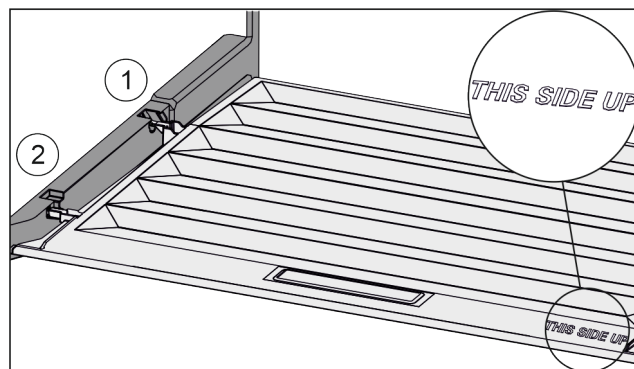

Fig. 49
- ▶ Výstupky víka zaveďte do zadních držáků Fig. 49 (1) a vpředu zaklesněte do držáku Fig. 49 (2).